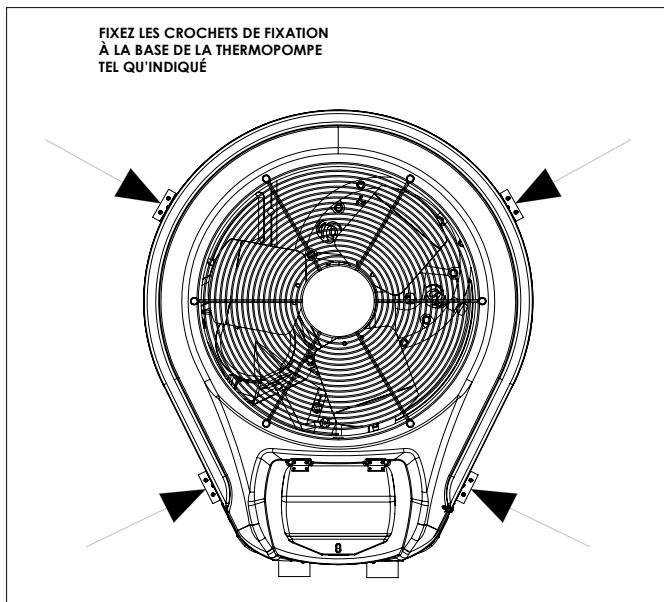

Figure 2. Anchor Clamp Positions
2. Placer les pinces à la base de la thermopompe dans les emplacements indiqués à la Figure 2.